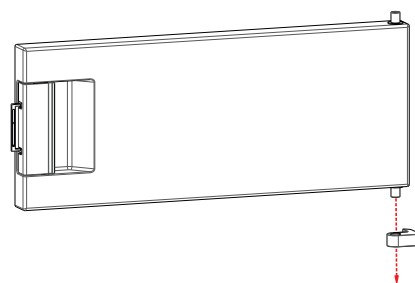

Fig. 6
- ▶ Quite la bisagra del congelador del lado inferior de la puerta (fig. 6).